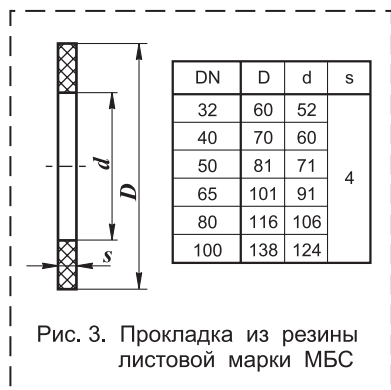
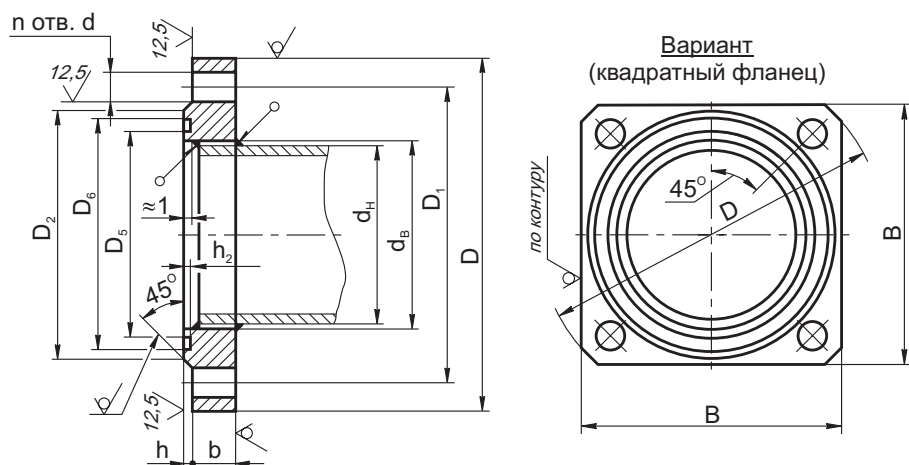

Рис. 3. Прокладка из резины листовой марки МБС
Рис. 4. Фланцы с пазом по ГОСТ 12820-80
4.2.8 Монтаж фланцевых соединений выполнить с применением прокладок из резины МБС средней твердости (Рис. 3). Ответные фланцы - стальные приварные по ГОСТ 12820-80 (Рис. 4).